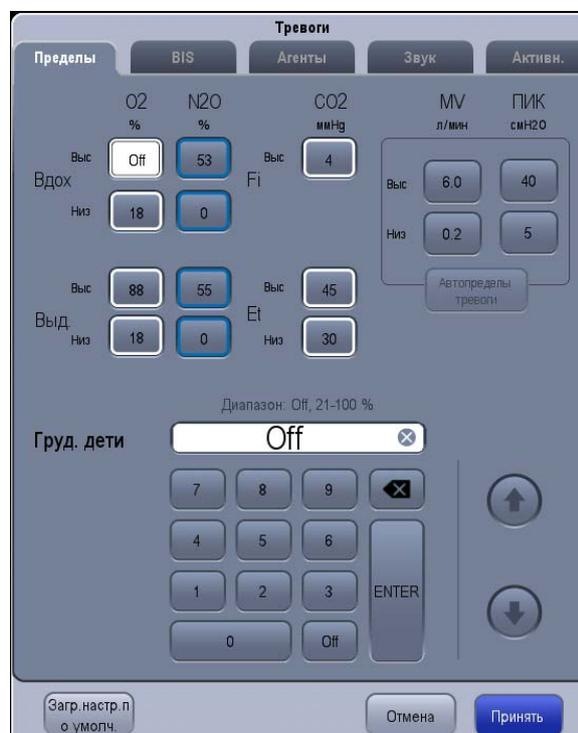

РИСУНОК 6-7 Вкладка «Пределы»
2. Выберите вкладку **Пределы** или **Агенты** (см. РИСУНОК 6-7).